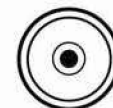

Рис.5
- 8) При помощи подъемных винтов „5” добейтесь точного расположения пузырька в центре круглого уровня. (Рис.5)